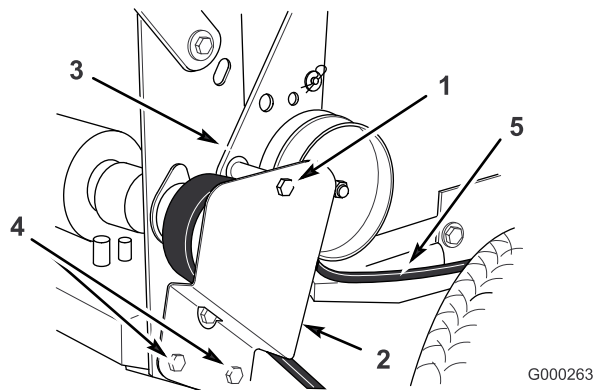

Figure 42
- Enlevez la vis de fixation supérieure du support et de la patte de la poulie de tension au bâti arrière (Figure 42).
- Desserrez suffisamment les deux vis de fixation inférieures pour permettre à la courroie de passer entre la poulie d'entraînement et le support de la poulie de tension (Figure 42).
- Montez la vis de fixation supérieure du support et de la patte de la poulie de tension au bâti arrière (Figure 42).
- Serrez suffisamment les deux vis de fixation inférieures pour permettre à la courroie de passer entre la poulie d'entraînement et le support de la poulie de tension (Figure 42).